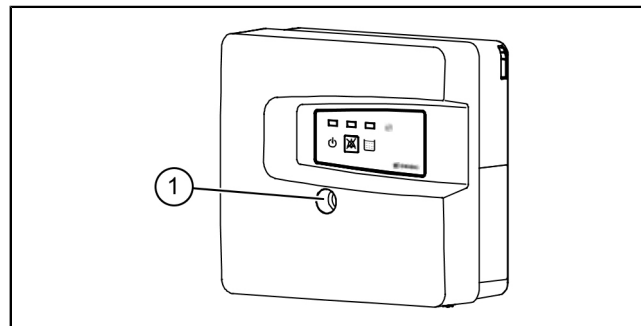

Abb. 5: Gehäuse öffnen
- ▶ Gehäusedeckel öffnen **4** (siehe "Abb. 5: Gehäuse öffnen", Seite 16).